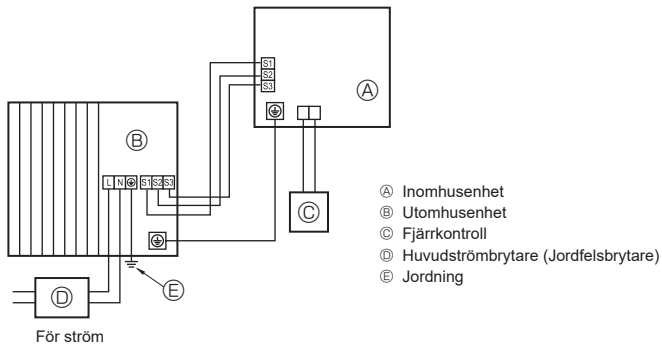
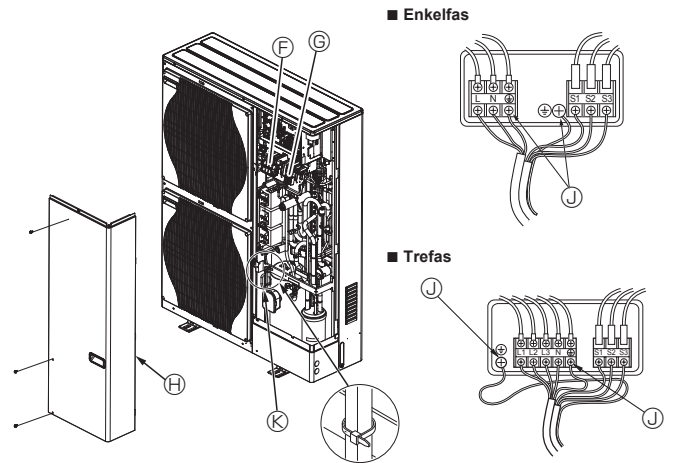

Fig. 5-1
Fig. 5-2
### 5.1. Utomhusenhet (Fig. 5-1, Fig. 5-2)
- ① Ta bort servicepanelen.
- ② Hänvisa till Fig. 5-1 och Fig. 5-2 när kablarna dras.